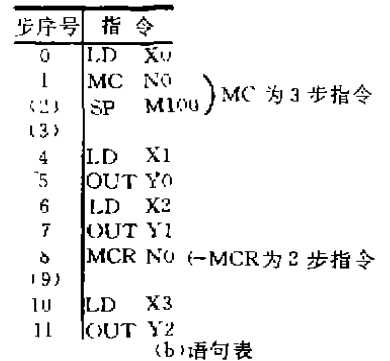

图 2-10 MC、MCR 指令使用举例
7. MC、MCR 指令(主控指令、主控复位指令) 用于公共串联接点的连接,MCR 为 MC 的复位指令。在编程时,经常遇到多个线圈同时受一个或一组接点控制。如果在每个线圈的控制电路中都串入同样的接点,将多占用存储单元,应用主控指令可解决这一问题。使用主控指令的接点称为主控接点。它在梯形图中与一般的接点垂直。它们是与母线相连的常开接点,是控制一组电路的总开关。MC、MCR 指令使用举例见图 2-10。